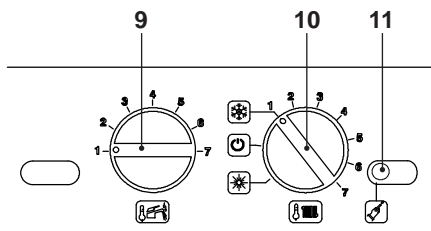
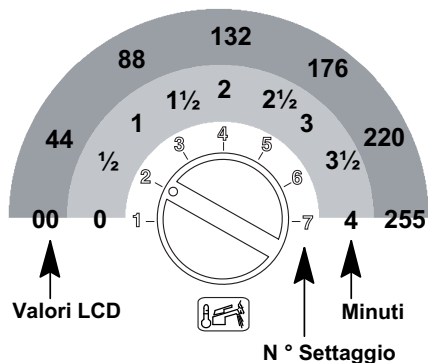

Figura 5.57
Figura 5.61
- Prima di alimentare elettricamente la caldaia posizionare le manopole 9 e 10 come indicato in Figura 5.57.
- Per settare il tempo di postcircolazione della pompa bisogna entrare nella programmazione premendo per 15 secondi il pulsante di ripristino 11, in Figura 5.57 fino alla comparsa del parametro **P01** sul display LCD; sul display LCD compare la seguente visualizzazione (la sequenza **P01** si alterna ---).
Premere il pulsante di ripristino 11 in Figura 5.57 per lo scorrimento dei vari parametri sino al raggiungimento del parametro **P11** valido per il settaggio postcircolazione della pompa; sul display LCD compare la seguente visualizzazione (la sequenza **P11** si alterna 44).
Per cambiare il settaggio ruotare la manopola di regolazione temperatura sanitari 9 in Figura 5.57 e posizionarla sul tempo prescelto Figura 5.61.
Il passo del settaggio della manopola 9 Figura 5.61 corrisponde a un valore letto sul display LCD di circa 44 (40 secondi) e questo valore può essere variato fino a circa 255 (4 minuti); nell'LCD la sequenza **P11** si alterna con 60.